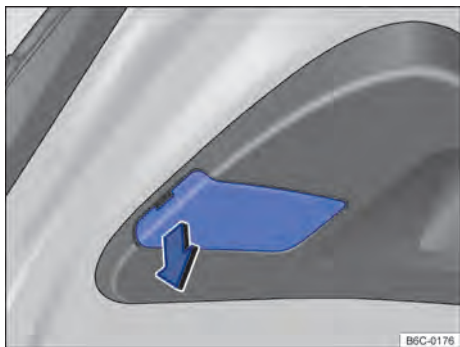

Fig. 170 Na tampa traseira: desmontar a cobertura da lanterna traseira.
- 3 Remover cuidadosamente a cobertura → Fig. 170 na tampa pelo rebaixo existente.